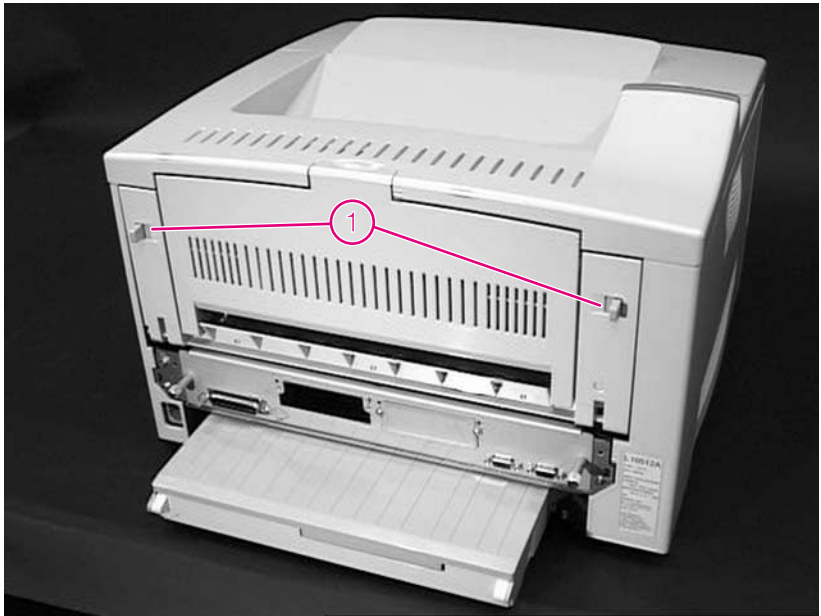

Figure 16 Ouverture de la porte arrière
- 1 Mettez-vous face à l'arrière de l'imprimante, puis ouvrez la porte arrière en appuyant sur les deux languettes de verrouillage (figure 16, détail 1) vers le centre de l'imprimante.